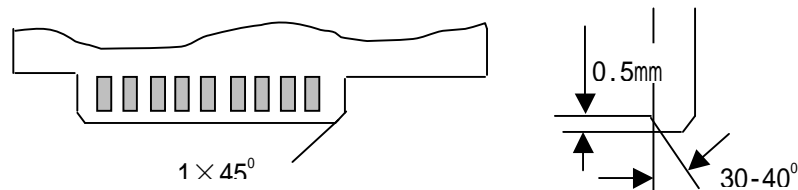

图 3 金手指倒角的设计
c) 对于金手指的设计要求见图 3 所示，除了插入边按要求设计倒角外，插板两侧边也应该设计 $(1\sim 1.5) \times 45^\circ$ 的倒角或 $R1\sim R1.5$ 的圆角，以利于插入。